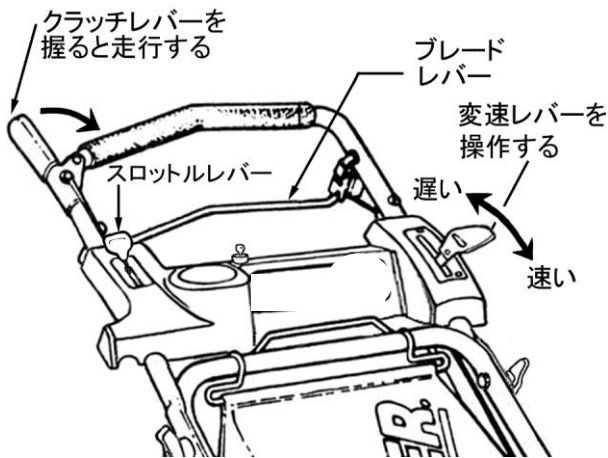

図 4-5
エンジンを止める時はブレードレバーを放します。(図 4-5)
**② 走行**
2. クラッチレバーを握ると芝刈機は前進します。クラッチレバーを放すと、芝刈機の前進が止まります。芝刈機は走行中いつでも変速できます。下り坂の時は低速にセットし、エンジンブレーキを使用します。(図 4-5)